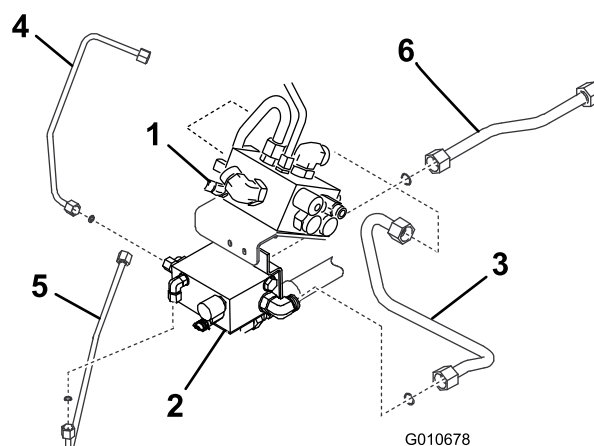

Figura 6
11. Instale o novo tubo hidráulico E do lado esquerdo do colector do divisor de caudal no lado direito do colector 4-WD (Figura 6).